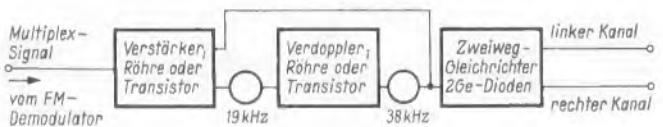
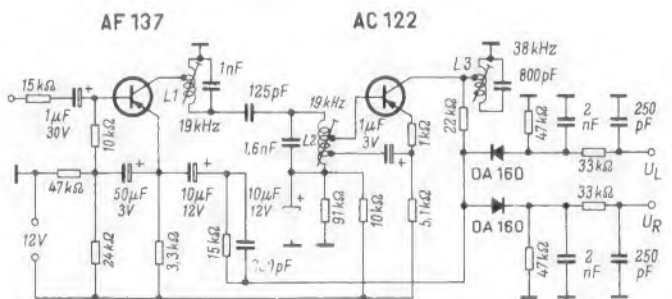
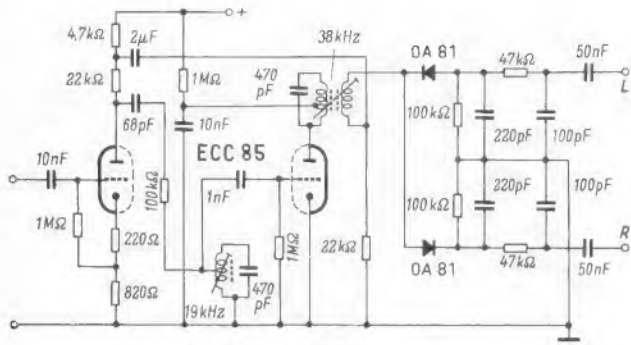
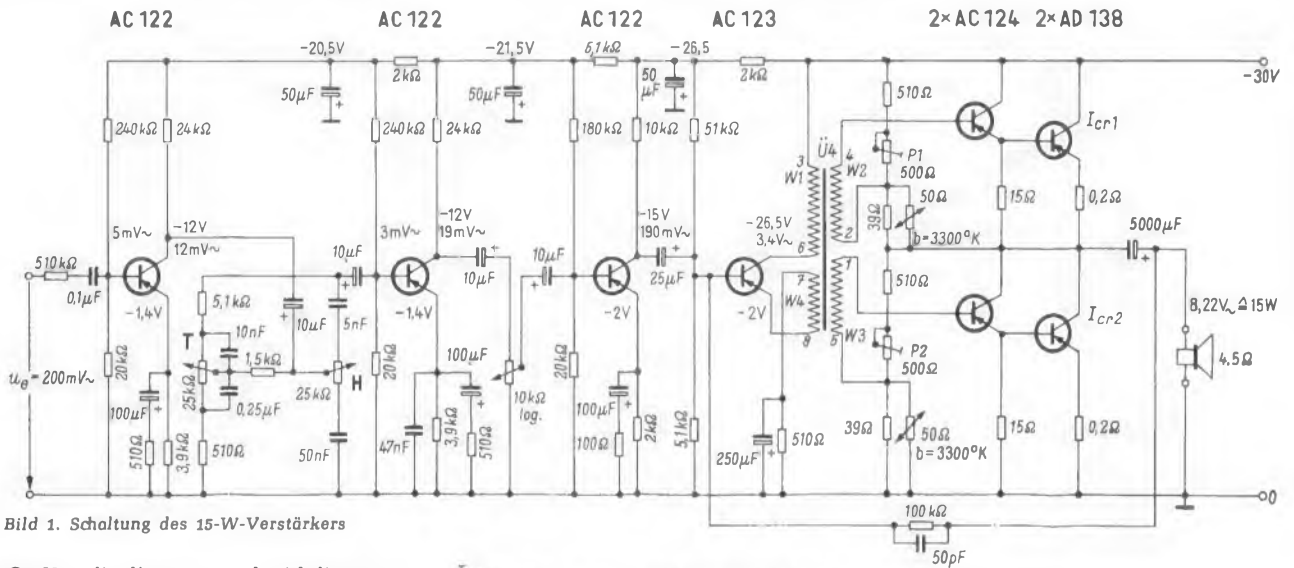

Bild 3. Prinzipschaltung für Decodierung des Stereo-Signals nach der Hüllkurven-Spitzengleichrichtungs-Methode
Bild 4. Schaltbeispiel mit Transistorbestückung nach dem Prinzip von Bild 3 [2]
Bild 5. Schaltbeispiel mit Röhrenbestückung nach dem Prinzip von Bild 3 [3]
Bild 1. Schaltung des 15-W-Verstärkers
Um das Hilfssignal vom Hauptsignal zu trennen, könnte man beim Empfänger in genau umgekehrter Weise verfahren, als es im Sender bei der Aufbereitung des Multiplex-Signals geschieht (Bild 1). Im Empfänger liefert der FM-Demodulator (Ratiofilter) das Multiplex-Signal. Es besteht aus Hauptsignal, Hilfssignal und Pilotton (siehe FtA Mo 21). Dieses Gemisch wird verstärkt und dann durch Filter zerlegt.
Bild 1. Decodierung des Stereo-Signals. Das Multiplex-Signal wird in das Summensignal, das Hilfssignal und das Pilotton zerlegt. Durch Zusetzen von 38 kHz entsteht (L-R). Aus (L-R) und (L+R) wird in einer Matrix (L) und (R) gebildet
Bild 3 bringt die Blockschaltung für eine solche Decodierung, Bild 4 ein Schaltbeispiel mit Transistorbestückung und Bild 5 ein entsprechendes Beispiel mit Röhrenbestückung. Wie diese Bilder zeigen, ist der Aufwand für dieses Verfahren klein, jedoch sind keine beliebigen Amplituden- und Phasenkorrekturen zwischen Haupt- und Hilfssignal möglich, weil die beiden Signale nicht voneinander getrennt werden. Hinzu kommt, daß durch nichtlineare Verzerrungen an den Diodenkennlinien Mischprodukte entstehen können, die in den Hörbarkeitsbereich hineinfallen.
Zu Bild 4. Der Eingangswiderstand der Schaltung ist hochohmig, denn die erste Transistorstufe arbeitet für das Haupt- und Hilfssignal in Kollektorschaltung. Beide Signale werden am Emittter abgenommen und über ein RC-Glied zur Ampli-
Die Schaltung des Verstärkers zeigt Bild 1. Die Zahl der Vorstufen ist bedingt durch die Dämpfung des Netzwerkes zum Verändern des Frequenzganges und durch den hohen Eingangswiderstand des Verstärkers. Der hohe Wert von 500 kΩ wird beim Anschließen von Plattenspielern mit Kristallsystemen benötigt. Beim Betreiben des Verstärkers an einem HF-Teil mit niederohmigem Demodulator entfällt der vorgeschaltete 510-kΩ-Widerstand. Der Eingangswiderstand liegt dann in der Größenordnung von
Der Treibertransformator besteht aus einem EI-42-Kern und ist mit Dynamoblech IV wechselseitig geschichtet. Um die Streuinduktivitäten herabzusetzen, wurde nur der halbe Wickelraum ausgenutzt und die Primärwicklung doppelt gewickelt und parallelgeschaltet. Dadurch konnten die obere Grenzfrequenz des Verstärkers erheblich heraufgesetzt und der Klirrfaktor bei hohen Frequenzen vermindert werden. Die Wicklungsanordnung geht aus Bild 3 hervor.
Bild 3. Wicklungsanordnung des Treibertransformators. Die Wicklungen W 11 und W 12 ergeben parallelgeschaltet die Wicklung W 1 in Bild 1. Kern: EI 42, Dynamoblech IV, wechselseitig geschichtet. Alle Wicklungen 0,08 mm CuL; W 11 = 2 000 Wdg., W 2 und W 3 = 500 Wdg., bifilar wickeln, W 12 = 2 000 Wdg., W 4 = 100 Wdg.
Rechts: Bild 4. Frequenzgang des Nf-Verstärkers bei maximaler und minimaler Klangbeeinflussung
Eine Gegenkopplung besteht, wie Bild 1 zeigt, aus einer zusätzlichen Wicklung W4 des Treiberübertragers, und eine zweite führt vom Ausgang des Verstärkers auf die Basis des Treibertransistors. Die Gegenkopplungswicklung bewirkt, daß der Innenwiderstand der Treiberstufe verringert wird. Dieser bildet transformiert den Generatorwiderstand der Impedanzwandlerstufe, dadurch wird diese Stufe spannungslinear angesteuert. Diese Gegenkopplungsart be-
Das Netzwerk mit den beiden Potentiometern T und H erlaubt eine getrennte Anhebung und Absenkung der hohen sowie der tiefen Frequenzen. Die Einstellmöglichkeit beträgt bei $15\text{ kHz} + 12\text{ dB}$ bis -14 dB , bei $20\text{ Hz} + 19,5\text{ dB}$ bis $-9,5\text{ dB}$. In Bild 4 ist der Frequenzgang des Verstärkers für lineare Einstellung, maximale Höhen- und Tiefenanhebung sowie maximale Höhen- und Tiefenabsenkung dargestellt.
Mit Hilfe der Stellwiderstände P1 und P2 (Bild 1) werden die Ruhestrome der Endstufentransistoren I_{Cr1} und I_{Cr2} auf etwa 100 mA eingestellt. Der Feinabgleich auf Klirrfaktorminimum erfolgt mit den gleichen Trimmwiderständen bei der Ausgangsleistung $N_a = 15\text{ W}$ und der Frequenz 1 kHz .